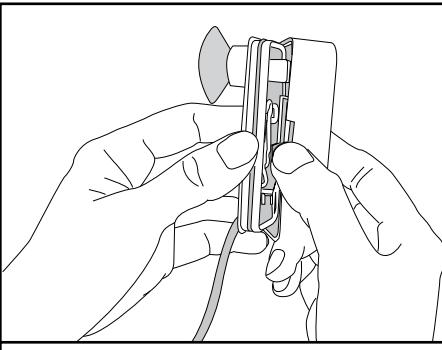
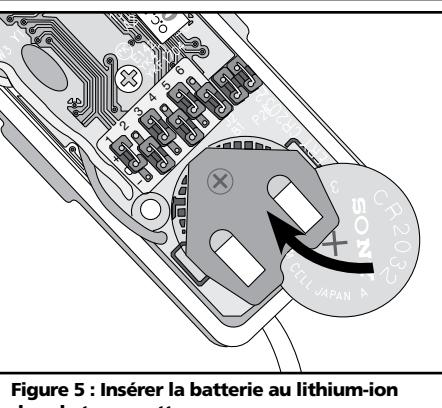

Figure 4 : Ouvrir le couvercle supérieur du transmetteur
Figure 5 : Insérer la batterie au lithium-ion dans le transmetteur
11. La DEL verte clignotera jusqu'à ce qu'il n'y a plus de transmetteur actif. Retirer le couvercle supérieur du transmetteur avec une pièce de monnaie ou un tournevis (Fig. 4) et insérer la pile de lithium de 3 volts (Fig. 5).
Retirer le couvercle supérieur du capteur et insérer la pile de lithium 3V au transmetteur (Fig. 5).